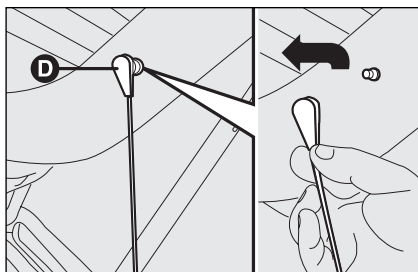

fig. 101
- ☐ retire la repisa posterior soltando los extremos superiores **D-fig. 101** de los tirantes, sacando los ojales de los pernos y empujándolos en la dirección de la flecha;